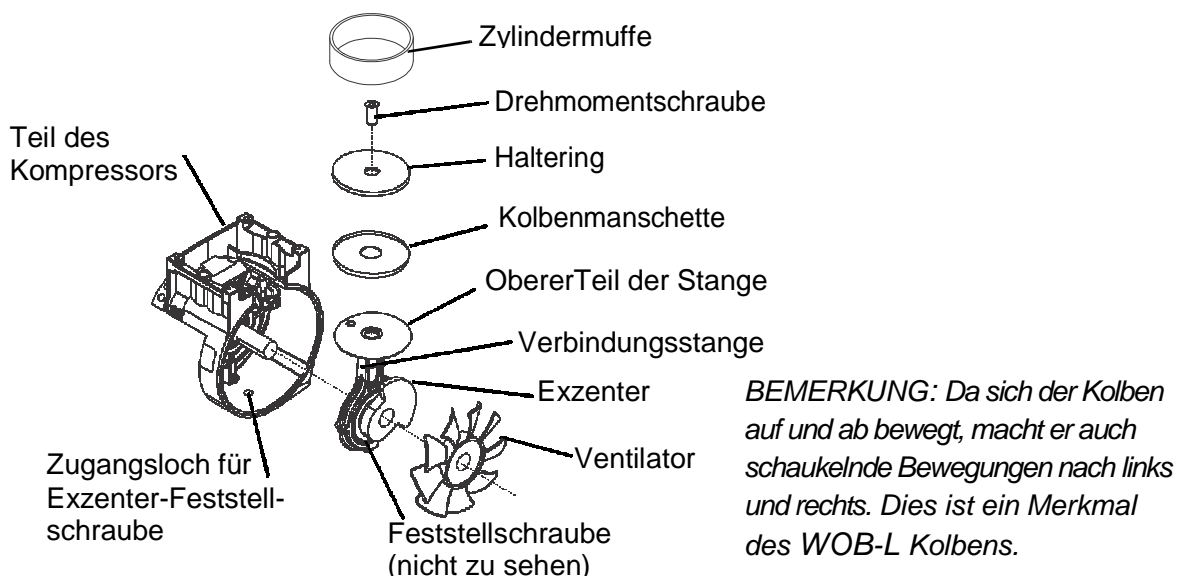

BILD 7.4 Kompressor und Kompressorkopf entfernen – Zusammenbau des Kompressors - Ventilator – Verbindungsstangen- und Exzenter-Baugruppe - Kolbenmanschette
BEMERKUNG: Siehe hierzu BILD 7.4.
BEMERKUNG: Siehe hierzu BILD 7.4 auf Seite 36.
4. Ziehen Sie die Feststellschraube durch das Zugangsloch mit einem Drehmoment von 4,2 Nm fest (Detail "A" in BILD 7.4).